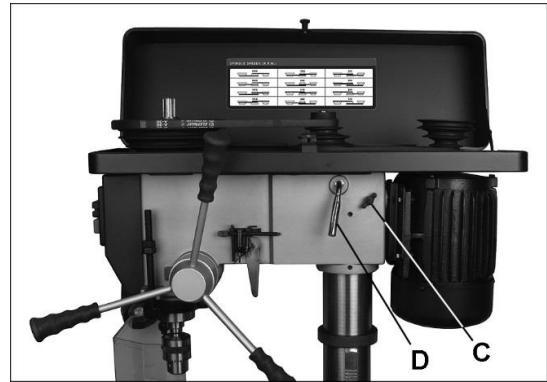

Рис. 8-2: регулировка частоты вращения
2. Ослабьте два барашковых винта (С, Рис. 8-2) с каждой стороны сверильной бабки.
3. Поворачивайте рукоятку натяжения (D) по часовой стрелке, чтобы придвинуть основание двигателя максимально близко к сверильной бабке.
5. Для натяжения ремней поворачивайте рукоятку натяжения (D) против часовой стрелки.